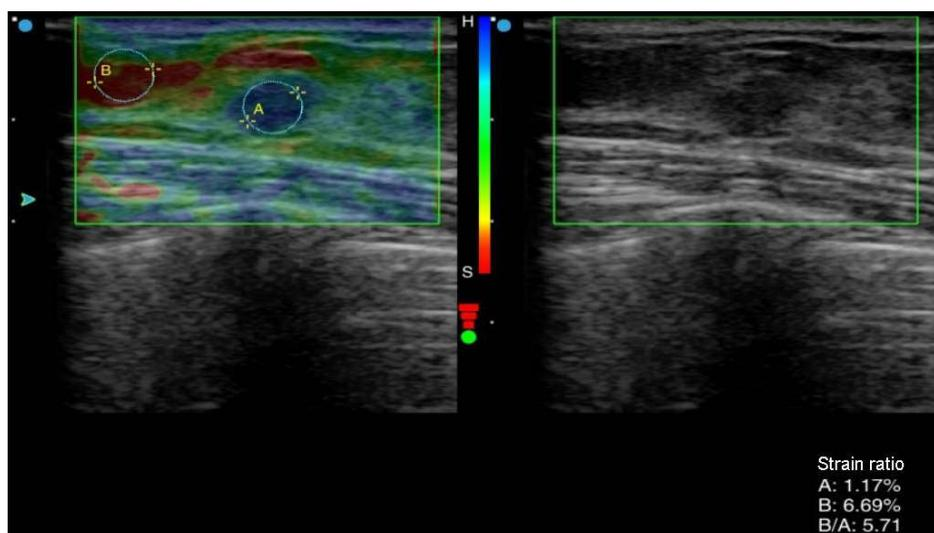

Fig. D-5 Medição da Razão de Deformação
5) Mova o cursor para o tecido normal ao redor da área da lesão e desenhe um círculo do mesmo tamanho usando o método acima. Quando o tamanho do círculo não é o mesmo, esses dois círculos são mostrados em linhas tracejadas. Quando o tamanho dos círculos é o mesmo, esses dois círculos são mostrados em linhas sólidas. Pressione a tecla **Set** para concluir a medição, conforme mostrado na Fig. D-5. O sistema calculará automaticamente a proporção e os resultados de medição e cálculo serão mostrados no canto inferior direito da tela.